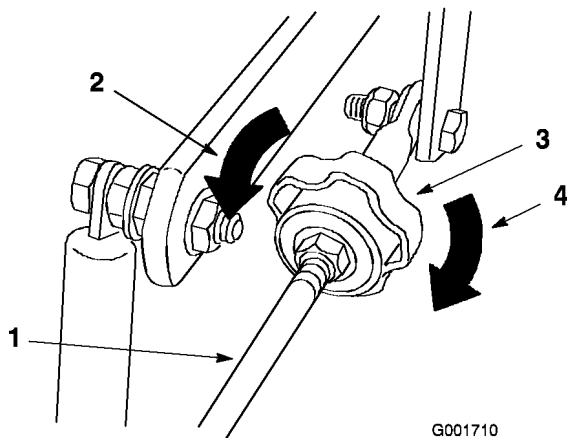

Figura 44
4. Ajuste la dirección de la siguiente manera (Figura 44):